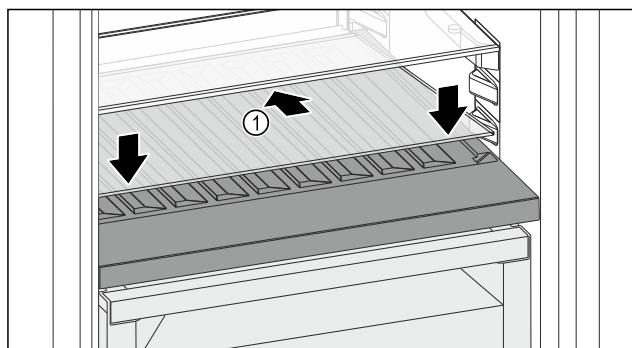

Fig. 158
- Вставьте стеклянную пластину Fig. 158 (1) наискосок и с уклоном назад вниз.
- Опустите стеклянную пластину Fig. 158 (1) спереди.